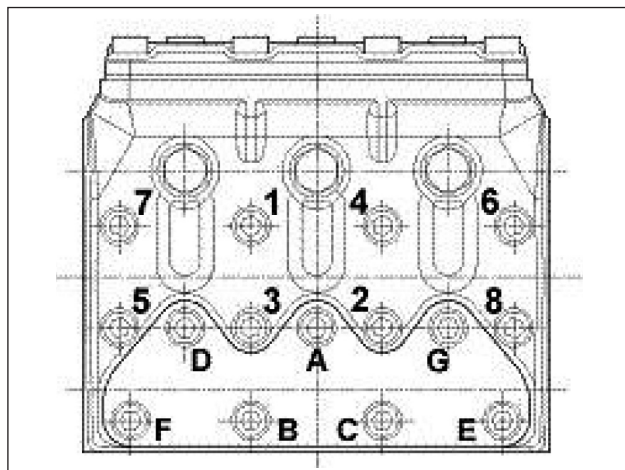

图24
** 泵头固定螺丝必须以扭力扳手拧紧，并按照如图24所示的顺序润滑泵头下部。
*** 阀盖固定螺丝必须以扭力扳手拧紧，并按照如图24所示的顺序润滑泵头下部。